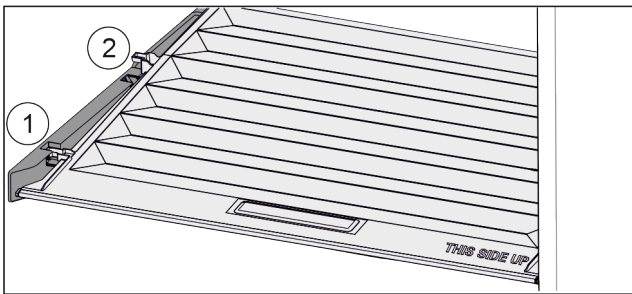

Fig. 40
- ▶ Tirare in avanti il coperchio fino all'apertura nei fermi Fig. 40 (1).
- ▶ Sollevare posteriormente dal basso e togliere verso l'alto Fig. 40 (2).